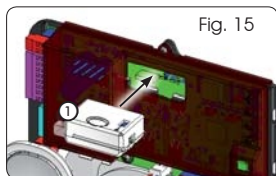

Fig. 15
L'appareillage électronique est doté d'un système de décodage (DS, SLH, LC/RC) bi-canal intégré appelé OMNIDEC. Ce système permet de mémoriser, par le biais d'un module récepteur supplémentaire (Fig. 15 réf. ①) et radiocommandes de la même fréquence, l'ouverture totale (OPEN A) ainsi que l'ouverture partielle (OPEN B) de l'automatisme.